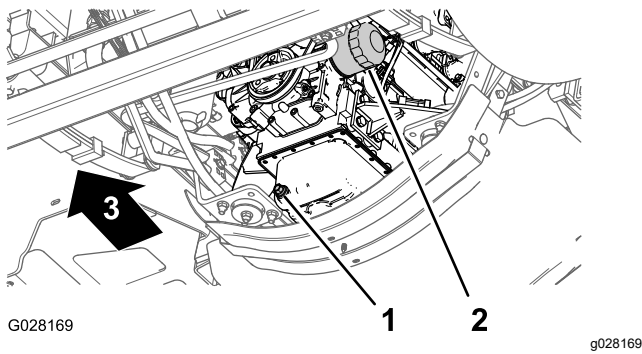

Figure 76
3. Placez un bac de vidange sous le filtre à huile moteur (Figure 76).
4. Retirez le filtre à huile usagé (Figure 76).
8. Posez le filtre à huile sur l'adaptateur et vissez le filtre dans le sens horaire jusqu'à ce que le joint en caoutchouc touche l'adaptateur, puis serrez encore le filtre d'un demi tour (Figure 76).
1. Placez un bac de vidange sous le bouchon de vidange (Figure 76).
2. Enlevez le bouchon de vidange pour permettre à toute l'huile de s'écouler (Figure 76).